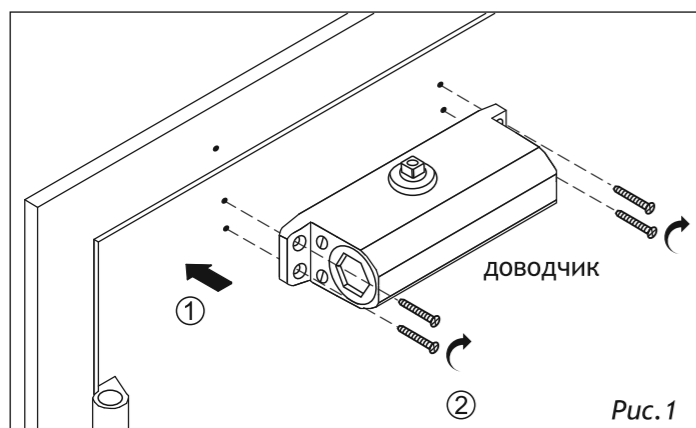

Рис.1
2. Наметьте и просверлите крепежные отверстия для доводчика и скользящей направляющей. Закрепите доводчик регулировочными винтами в сторону петель (рис. 1);